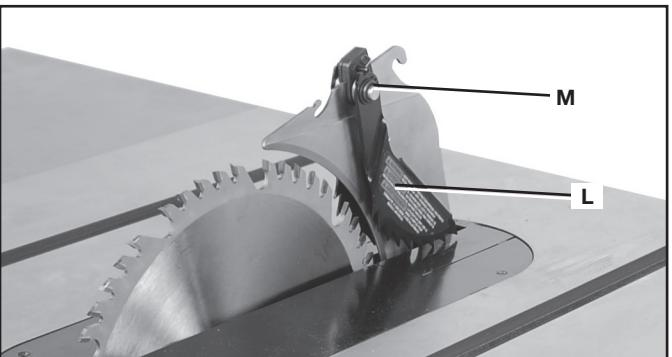

FIG. 11
2. Glisser le module antirecul (L) le long du haut du couteau séparateur jusqu'à ce que la tige (M) fig. 11 trouve la fente au-dessus du trou de montage.
3. Enfoncer la tige (M) du module antirecul pour que le module puisse tomber dans le trou (K). Presser sur le module antirecul jusqu'à ce qu'il s'enclenche et se verrouille en place.
4. **Pour retirer le module antirecul :** appuyez sur la tige (M), fig. 11, sur le module antirecul et tirez-la hors du couteau séparateur.